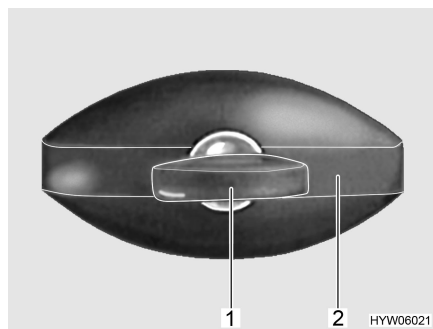

Fig. 9 Serrure du portillon, en forme d'ellipse
- Insérer la clé dans le barillet (Fig. 9,1) et la tourner d'un quart de tour dans le sens inverse des aiguilles d'une montre. La poignée de la serrure (Fig. 9,2) ressort.